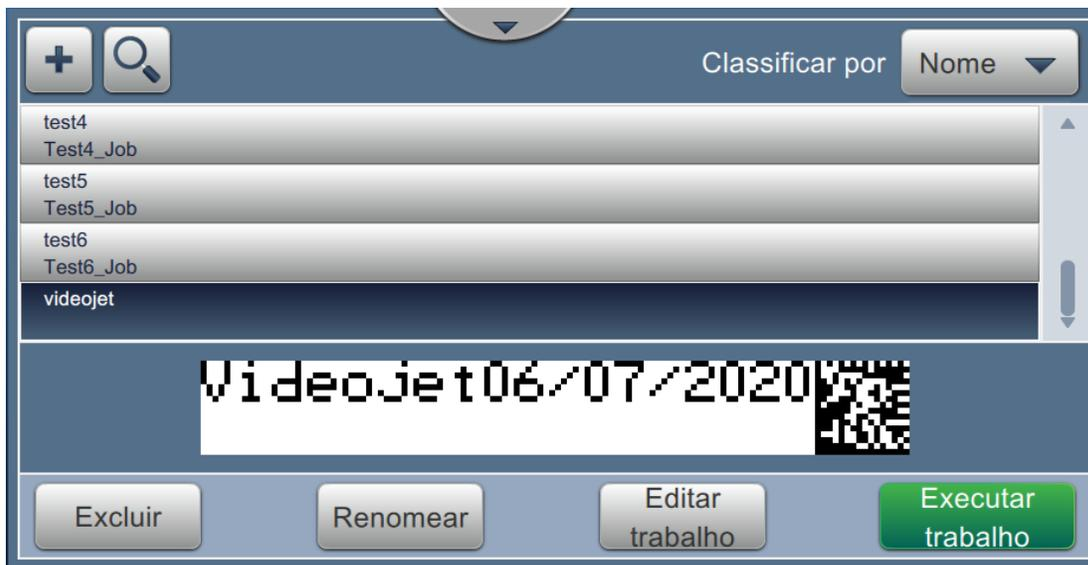

Figura 5-26: Lista de trabalhos
32. O trabalho "Videojet" é adicionado à lista de trabalhos, como mostra a Figura 5-26.